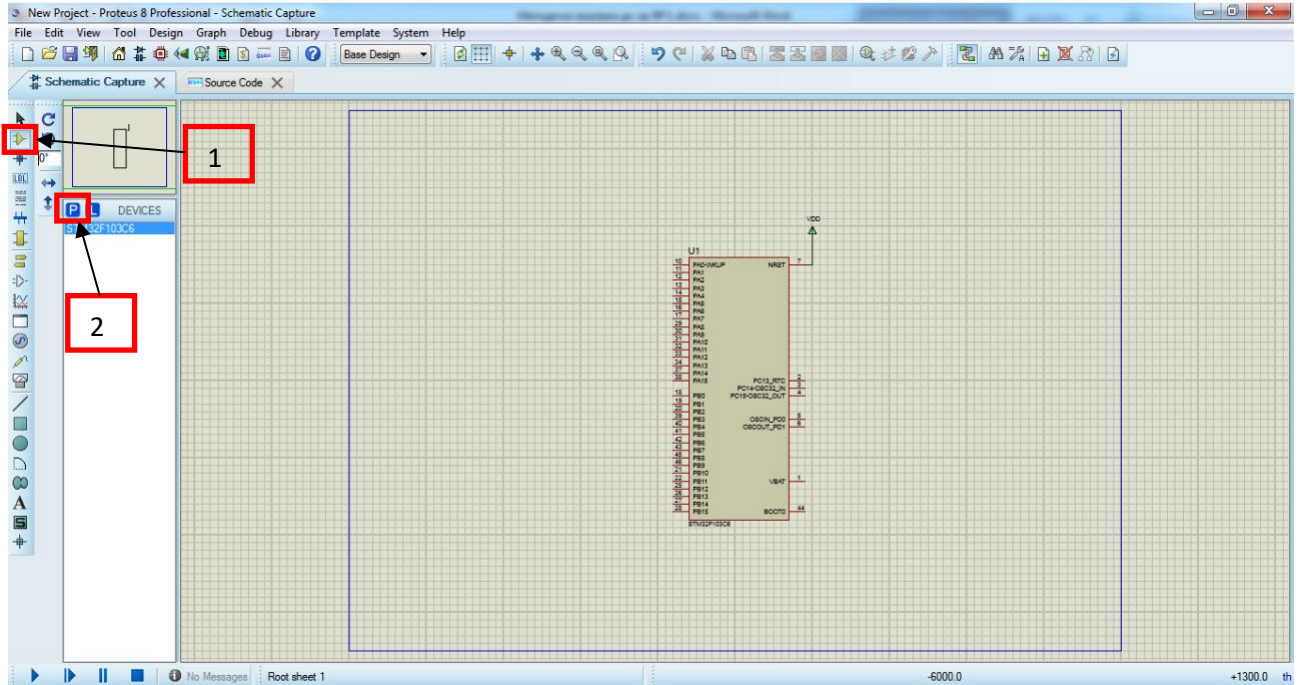

Рис. 1
- 1) в лівому меню режиму селектора обрати Component Mode (рис. 1);
- 2) натиснути на кнопку «P» вгорі селектора об'єктів (рис. 1);